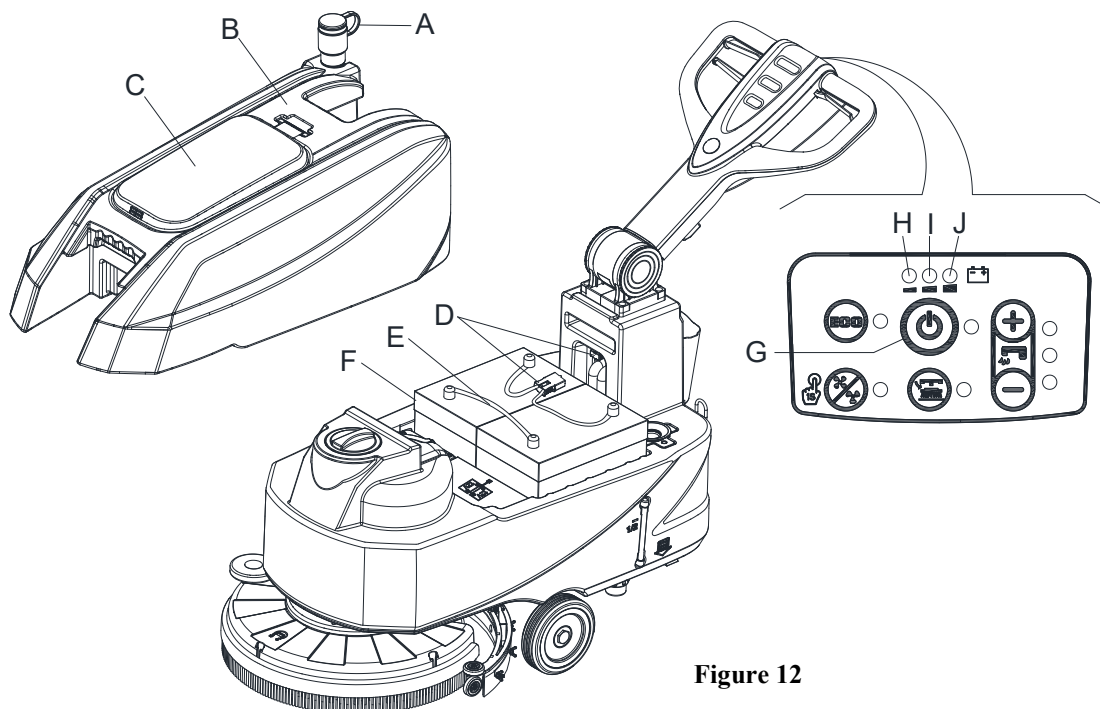

Figure 12
1. Ouvrez le couvercle (C, Figure 12) et vérifiez que le réservoir d'eau de récupération (B) est vide, sinon videz-le avec le flexible de vidange (A).
2. Enlevez avec précaution le kit du réservoir de récupération (B, Figure 12).
3. Branchez le connecteur de batterie (D, Figure 12).
4. Remplacez avec précaution le kit du réservoir de récupération (B, Figure 12).
6. Appuyez sur l'interrupteur de démarrage (G, Figure 12).
- Vérifier le niveau d'électrolyte à l'intérieur des batteries (F) ; si nécessaire, faire l'appoint par les bouchons.
- Si nécessaire, nettoyez la surface supérieure des batteries (F).
Chargez les batteries lorsque les voyants d'avertissement jaune (I, Figure 12) ou rouge (H) s'allument ou lorsque vous avez terminé le nettoyage.